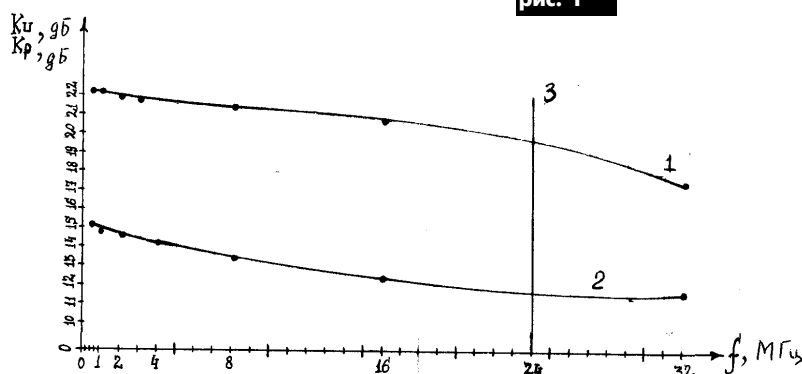

рис. 2
АЧХ усилителя показана на рис. 2, при активации порта А (1) и порта В (2). Прямая 3 отмечает начало спада усиления неререверсивного ШПУ с коэффициентом усиления 20 дБ. Данный усилитель не является сверхдинамичным по интермодуляции,